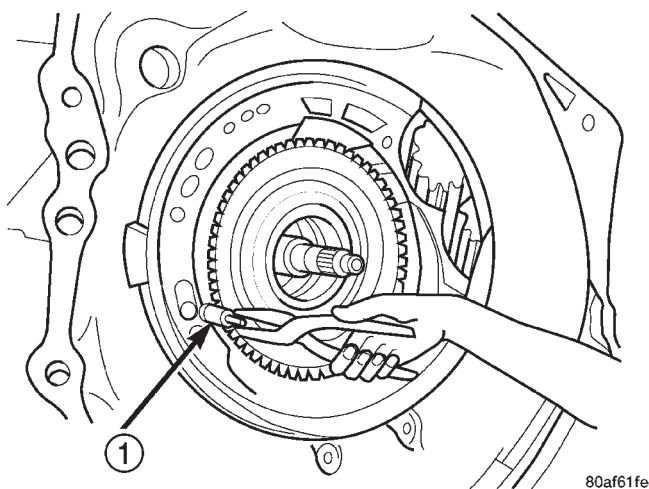

Fig. 139 Instalación de la válvula de derivación del enfriador
(55) Instale la válvula de derivación del enfriador con el extremo del anillo O hacia la parte trasera del cárter (Fig. 139).